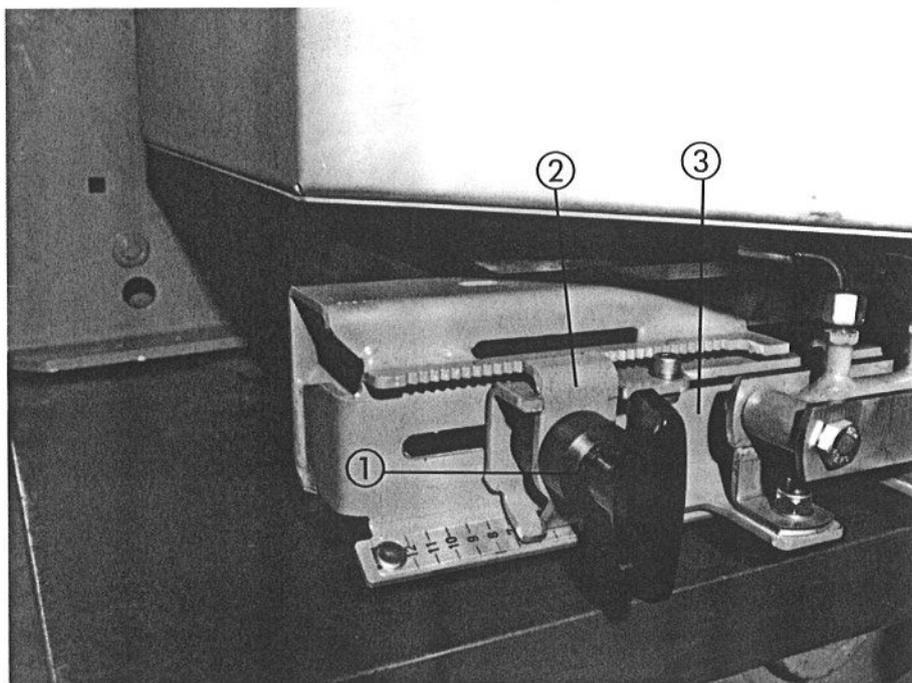

Bild 5
Der Düngeraufgabepunkt läßt sich an Hand der feingestufteten Skala an der Streuseite einstellen. (In Bild 5 ist der Düngeraufgabepunkt auf Position 7 eingestellt). Die Veränderung des Aufgabepunktes dient der Einstellung der Arbeitsbreite und der Anpassung an verschiedene Düngersorten. Beim Verstellen in Richtung **kleinerer** Zahlen, wird der Dünger früher abgeworfen, und somit mehr Dünger direkt hinter den Düngerstreuer gestreut, wodurch sich entsprechende Streubilder für **kleinere Arbeitsbreiten** ergeben. Beim Verstellen in Richtung **größerer** Zahlen, wird der Dünger später abgeworfen, und damit mehr nach außen in die Überlappungszonen gestreut, wodurch sich entsprechende Streubilder für **größere Arbeitsbreiten** ergeben.
- ◆ Knebelschraube (Bild 5; Nr.1) lösen, bis das Rastelement (Bild 5; Nr.2) aus der Rasterung ausgerastet werden kann.
- ◆ Schiebeteil (Bild 5; Nr.3) auf den gewünschten Aufgabepunkt laut Streutabelle / Skala einstellen.
- ◆ Schiebeteil (Bild 5; Nr.3) mittels Knebelschraube (Bild 5; Nr.1) und Rastelement (Bild 5; Nr.2) arretieren (Grundeinstellung).